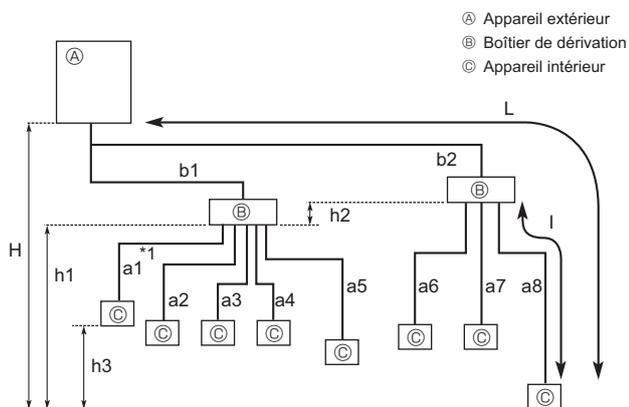

Fig. 5-1
5.2. Longueur de tuyau et différence de hauteur (Fig. 5-1) Raccordements évasés